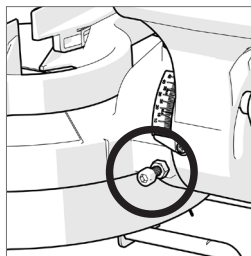

Abb. 17
- Verwenden Sie einen Sechskantschlüssel zur Justierung der Einstellschraube einwärts oder auswärts, je nach Bedarf. **(Abb. 17)**